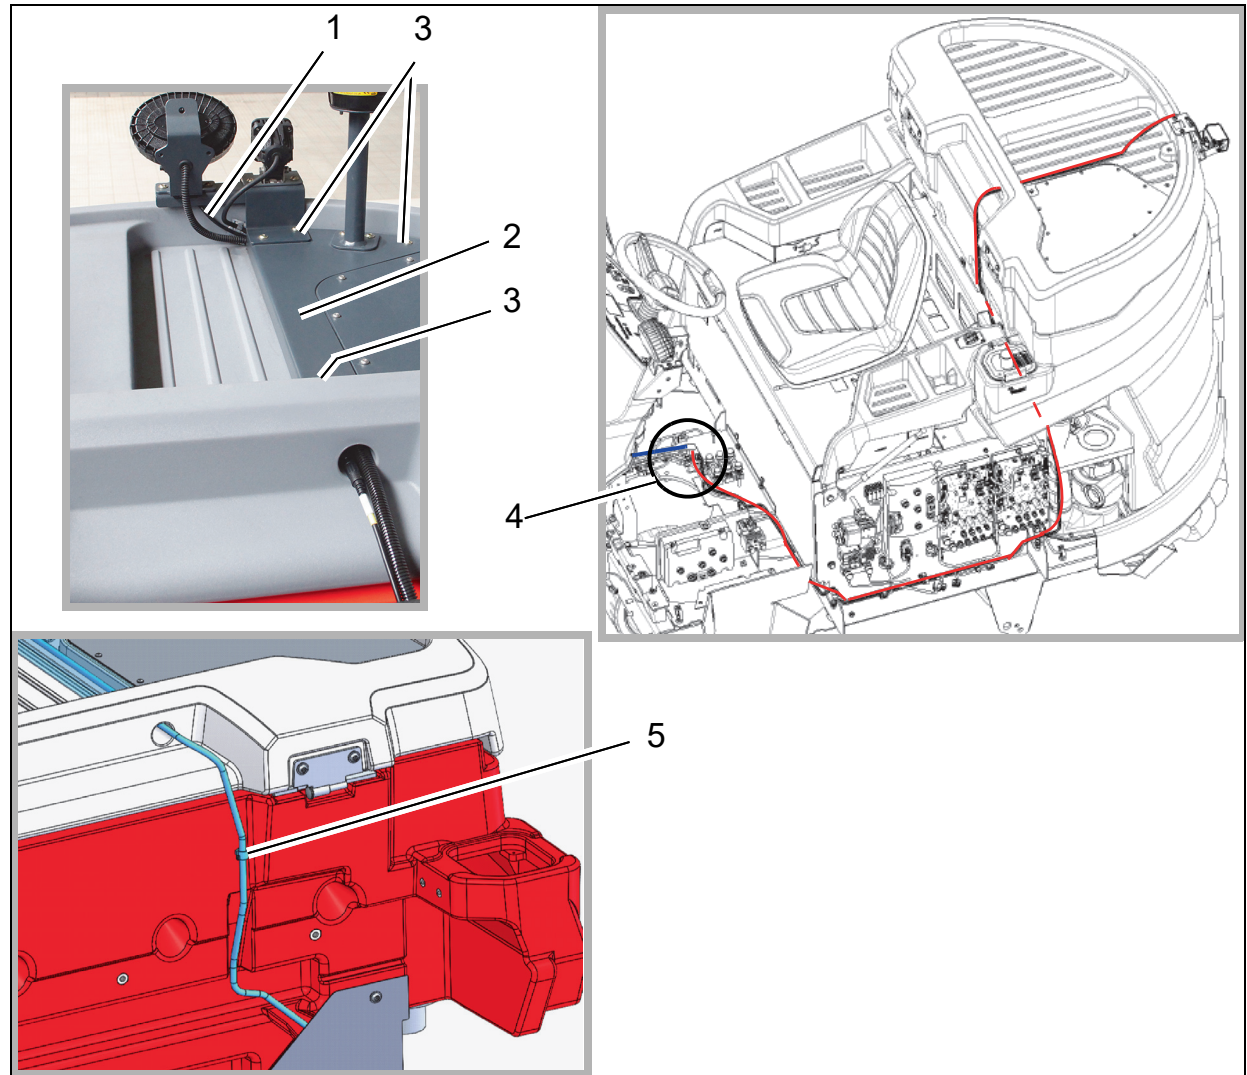

Abb. 7
1. Kamerakabel unter der Optionsbrücke verlegen (Abb. 7/1).
2. Kamerakabel mit dem Abdeckblech (Abb. 7/2) abdecken.
3. Abdeckblech mit drei Linsenflanschschrauben M6x12 (Abb. 7/3) auf dem Tankdeckel befestigen.
5. Kamerakabel mit dem Stecker CAM4 des Monitorkabels verbinden (Abb. 7/4).
6. Welschlauch mit Welschlauchhalter am Tank befestigen (Abb. 7/5).